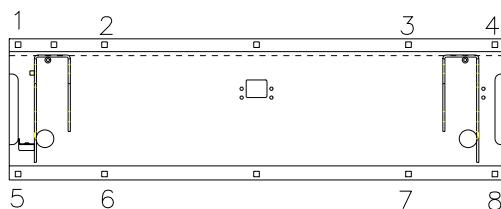

FIGURA 2-8: ORIFICIOS EN LA PLACA DE BASE DEL AUTOBÚS
- Consulte la **Figura 2-8**. Marque y taladre ocho agujeros de 25/64" en la placa de base (1a 8) a través del piso del vehículo piso.